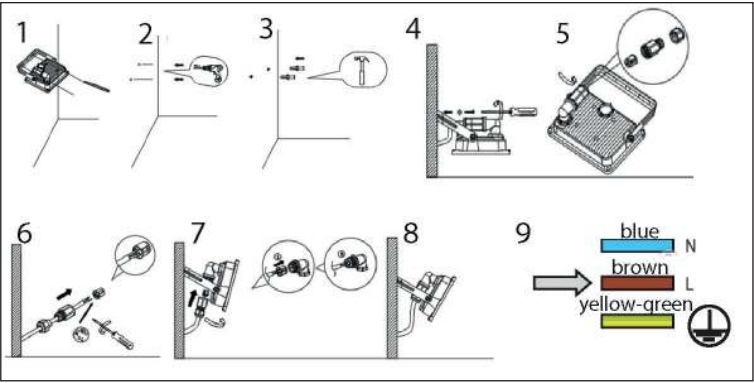

Fig. 2 : Mounting
5.1 Montage du projecteur extérieur à LED (Fig. 2 - 4)
4. Percez les trous de fixation à l'aide d'un outil approprié. Voir les figures 2 et 3.
5.1 Montaggio del proiettore da esterno a LED (Fig. 2 - 4)
4. Praticare i fori di montaggio con uno strumento adatto. Vedi fig. 2 e 3.